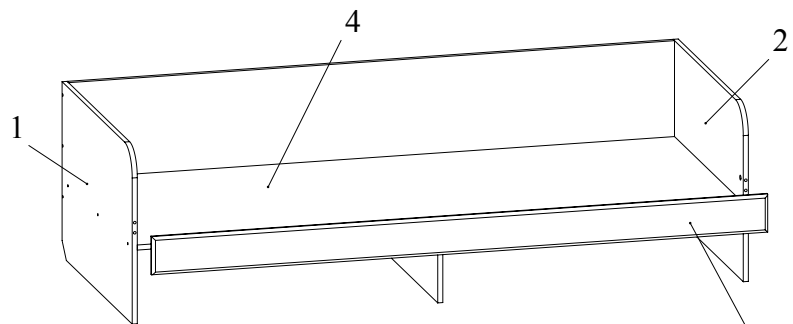

Рис.5
9. Установить фасадную планку на боковины 1, 2 и дно 4 и зафиксировать, повернув конфирматным ключом головки минификсов по часовой стрелке до упора (Рис. 5).